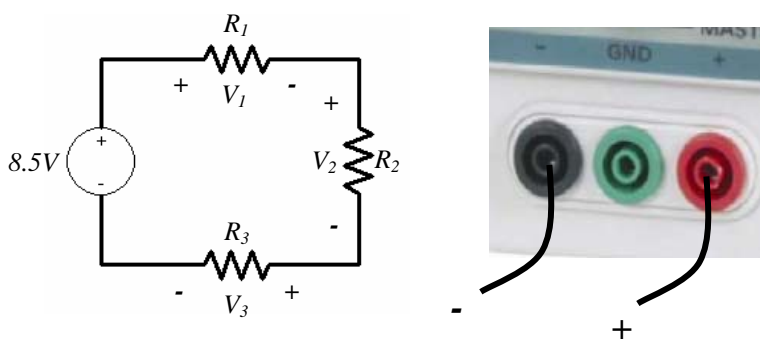
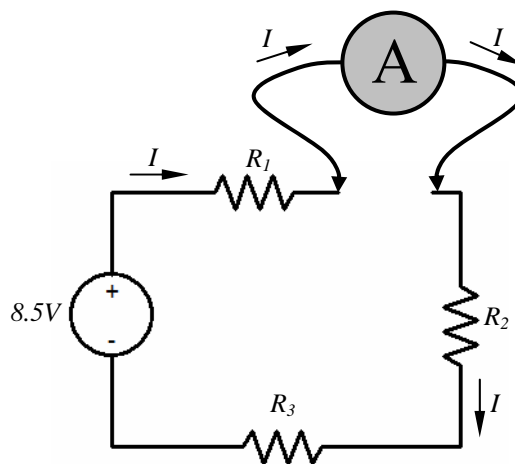

Fig. 1.3
Fig. 1.4
Monte na placa branca o circuito da fig. 1.3 com $R_1 = 1k\Omega$, $R_2 = 680\Omega$ e $R_3 = 330\Omega$. A fonte independente de tensão é a fonte DC que tem na bancada (a secção *master* ou a *slave*). Ligue esta fonte DC ao circuito só depois de a ter ajustado, com auxílio do multímetro, para o valor de tensão pretendido ($8.5V$).
a) Usando este procedimento, meça a corrente no circuito da fig. 1.3 (veja a fig. 1.4).